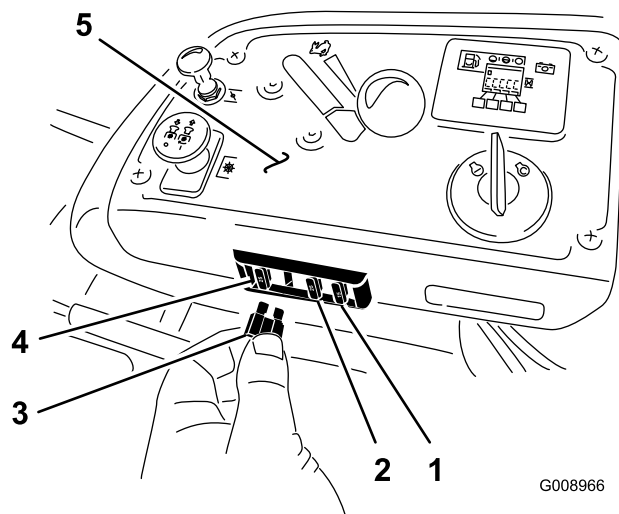

Figure 62
1. Les fusibles se trouvent sur la console, à droite du siège (Figure 62).
3. Remplacez le fusible (Figure 62).